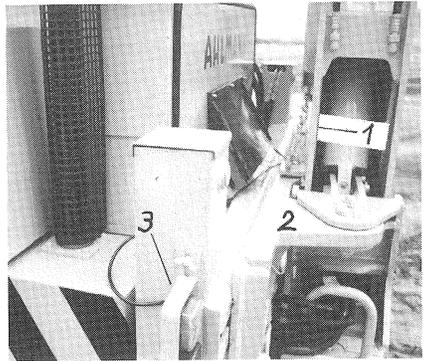

FIG. 12
- Tourner la pelle rétro vers la gauche et la déplacer latéralement, faire pivoter le godet jusqu'à la butée, et rapprocher le bras portant le godet aussi près que possible de la flèche. Relier la flèche (fig. 12/1) et la tourelle portant la flèche (fig. 12/2) avec le boulon faisant partie de l'équipement de la chargeuse. Raccrocher l'installation d'éclairage exigée par le CODE DE LA ROUTE des deux côtés (fig. 12/3) et la fixer en bien serrant les vis.